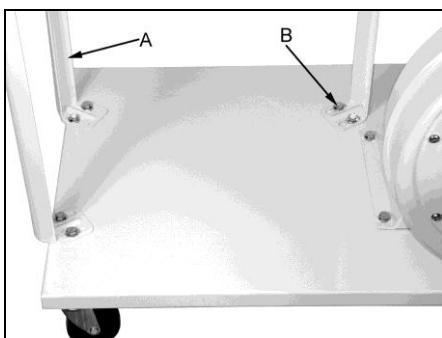

Fig 4
Befestigen Sie die 3 Vertikalstrebren (A, Fig 4) mit 6 Sechskantschrauben (B) und Scheiben auf der Bodenplatte.